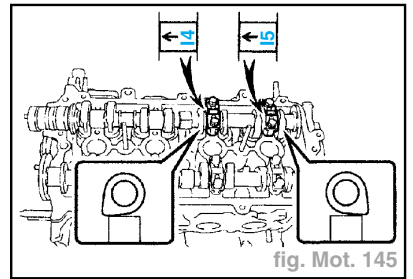

fig. Mot. 145
- Placer l'arbre à cames d'admission sur la culasse de façon à orienter le bossage de cames des cylindres n°3 et n°4 (fig. Mot. 145).